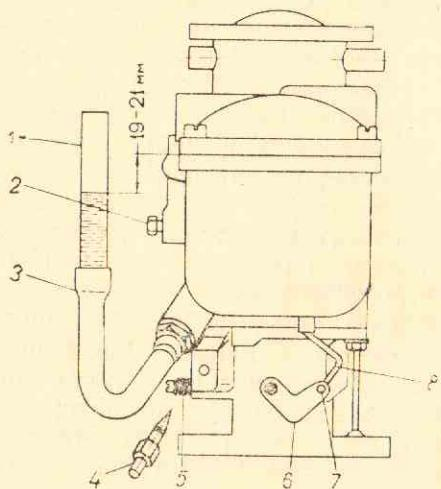

Рис. 6. Замер уровня бензина в поплавковой камере
9. Необходимо правильно регулировать уровень бензина в поплавковой камере, который должен быть на 19—21 мм ниже плоскости разъема карбюратора. Проверка производится с помощью резиновой и стеклянной трубок. Внутренний диаметр стеклянной трубки должен быть не менее 9 мм (рис. 6). При проверке уровня следует бензин подкачивать ручным